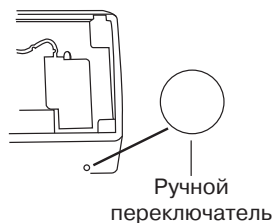

Рис. 4.6
- В случае утери или выхода из строя беспроводного пульта управления возможно включение/выключение кондиционера при помощи аварийного переключателя см. Рис. 4.6.